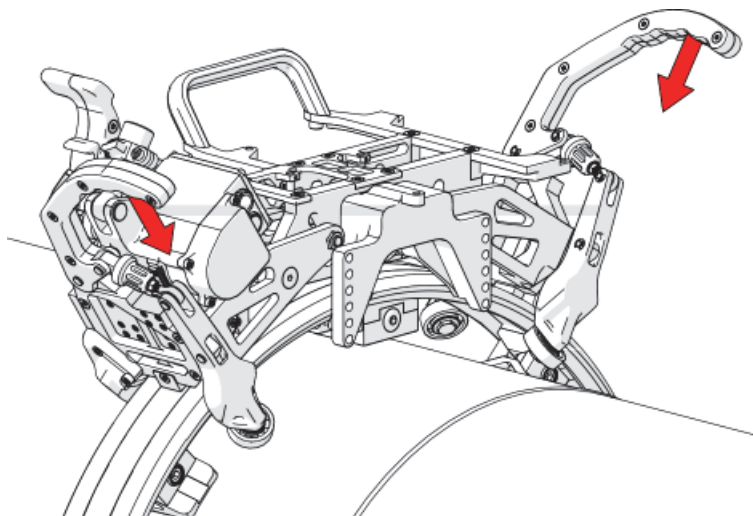

Figura 1-34 Fijación de las abrazaderas de banda
4. Baje las abrazaderas de banda para fijarlas a la banda (ver Figura 1-34 en la página 52).